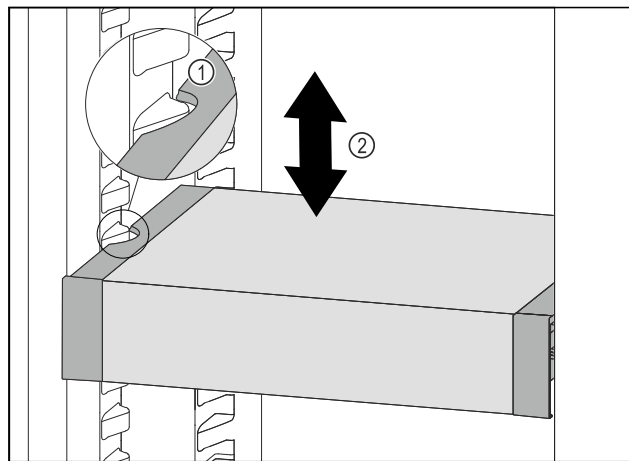

Fig. 135
- VarioSafe w chłodziarce przesunąć w górę lub w dół, aż zostanie osiągnięta żądana wysokość. Fig. 135 (2)